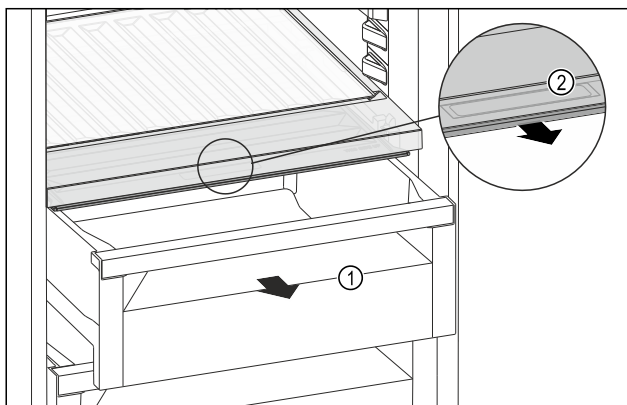

Fig. 176
- Tërhiqni jashtë sirtarin Fig. 176 (1).
- Kapni dorezën e futur Fig. 176 (2) në kapakun e ndarjes dhe në të njëjtën kohë tërhiqni përpara kapakun e ndarjes.